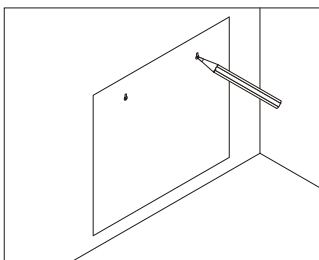

Bild 1
- Markieren Sie mit einem Stift die Aufhängepunkte der Rückwand (Bild 1).